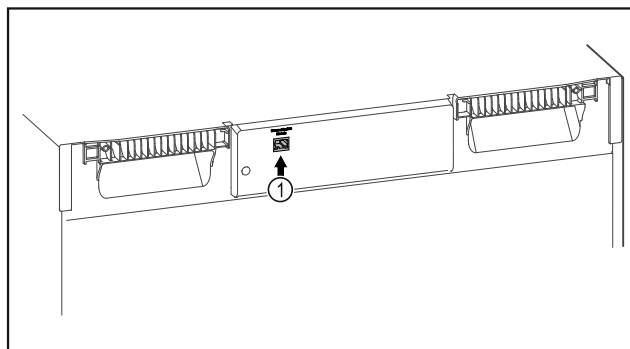

Fig. 88
- SmartModule Fig. 88 (1) er installert.